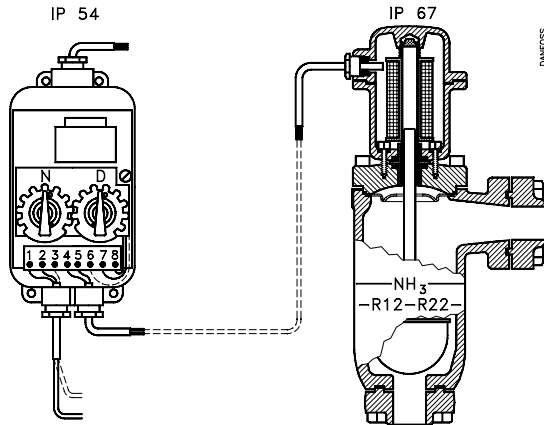

Fig. 1
- Niveaumærkerne 1 på svømmerhuset (fig. 1) viser middelniveauet for det anvendte kølemiddel.
El-tilslutning, fig. 1
Indstil niveau N og differens D (fig. 1, 6 og 7). Summen af skalaværdierne for niveau og differens kan højst være 5 (N + D = max. 5).
- The level marks 1 on the ball float (fig. 1) show the mean level for the refrigerant used.
Electrical connection, fig. 1
Set level N and differential D (figs. 1, 6 and 7).
- Niveaumarkierung 1 im Schwimmergehäuse (Abb. 1) gibt die mittlere Einfüllmenge des Kältemittels an.
Elektrische Anschlüsse, Abb. 1
Niveau N und Differenz D (Abb. 1, 6 und 7) einstellen. Die Summe der Skalenwerte für Niveau und Differenz darf 5 nicht überschreiten (N + D = max. 5).
- Les repères de niveau 1 du flotteur (fig. 1) indiquent le niveau moyen de fluide frigorigène.
Raccordement électrique, fig. 1
Régler le niveau N et le différentiel D (fig. 1, 6 et 7).
- Las marcas de nivel 1 en la caja del flotador (fig. 1) indican el nivel medio del refrigerante utilizado.
Conexión eléctrica, fig. 1